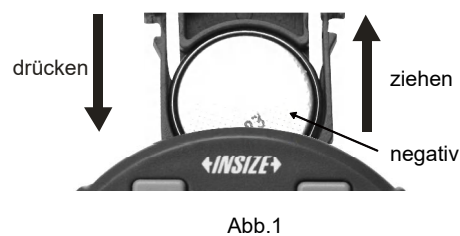

Abb.1
1. Setzen Sie die Batterie (CR2032) ein und entfernen Sie sie wieder. Die negative Seite der Batterie muss nach außen zeigen (Abb. 1).